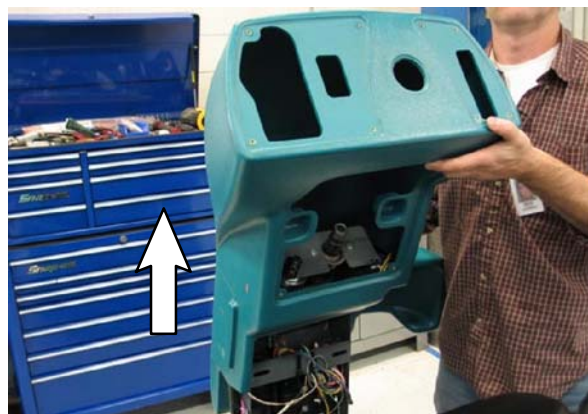

ABB. 11
10. Entfernen Sie die Abdeckung. (Abb. 11/Abb. 7)